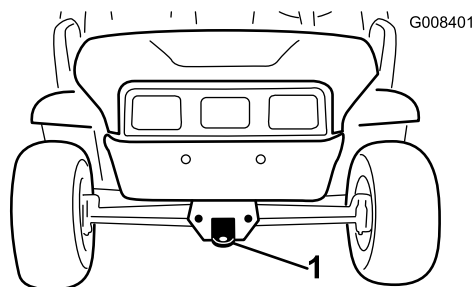
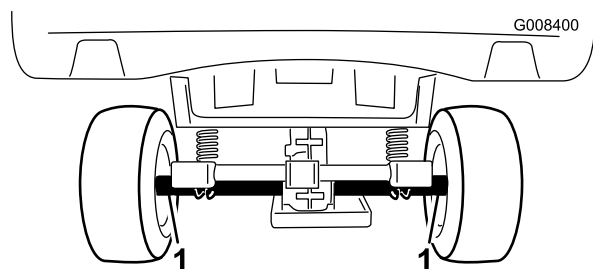

Figura 23
Figura 24
Utilizzate un rimorchio se dovete trasportare la macchina a distanze considerevoli. Accertatevi che la macchina sia fissata al rimorchio. Vedere Figura 23 e Figura 24 per conoscere la posizione dei punti di attacco.
2. Fissate una fune di traino al timone sulla parte anteriore del telaio (Figura 23).